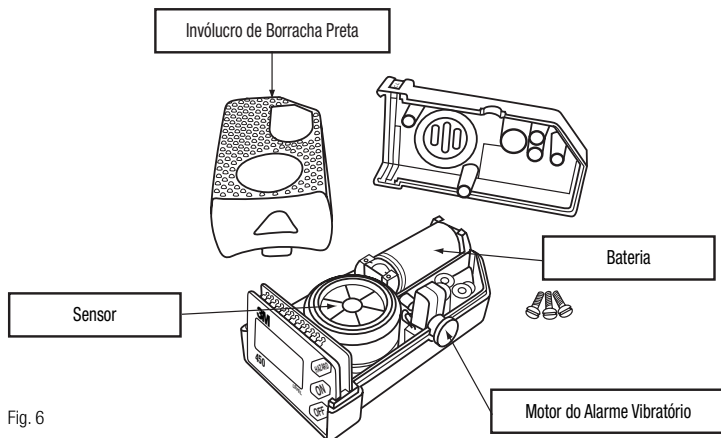

Fig. 6
3. Agora a bateria de lítio está exposta e pronta para substituição (Fig 6).
3. Agora o sensor está exposto e pronto para substituição (Fig 6).
3. Agora o motor do alarme vibratório está exposto e pronto para substituição (Fig. 6).